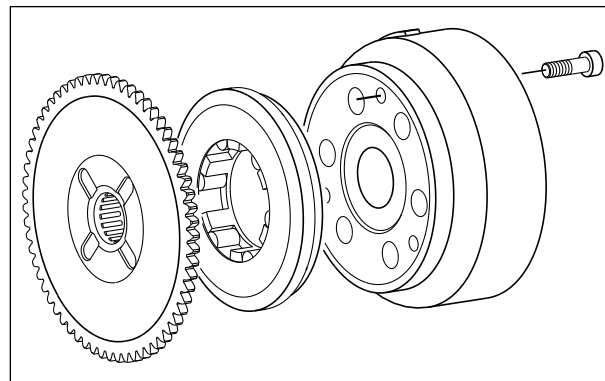

Fig. 3.114
- Se necessário, separe a engrenagem da embreagem de partida e a embreagem unidirecional, do conjunto do rotor, removendo os parafusos M6x16. (Fig. 3.114)